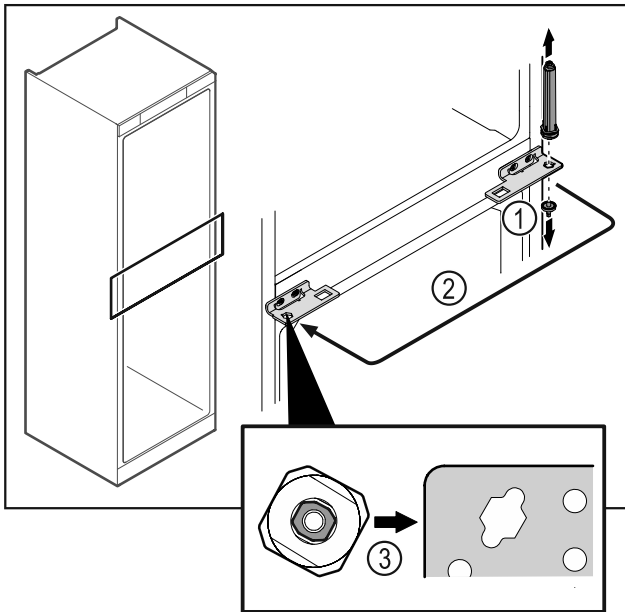

Fig. 47
- ▶ Відкрутити шарнірний палець Fig. 47 (1).
- ▶ Перемістити систему закриття дверей Fig. 47 (2).
- ▶ Звертати увагу на те, щоб при вставці нахил пальця Fig. 47 (3) показував на круглий отвір.